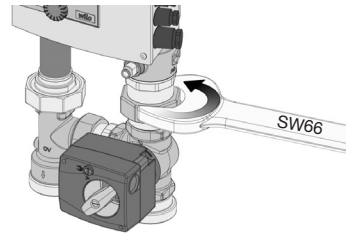
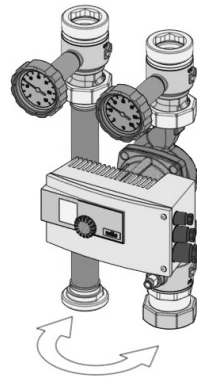

Abb. 7
Abb. 8
2. „Regumat M3-180 plus“: Überwurfmuttern am 3-Wege-Mischhahn mit einem Maulschlüssel SW66 lösen und Mischhahn abnehmen. Pumpenstrang und Flanschrohrstrang tauschen (Abb. 7, Abb. 8).
3. „Regumat S-180 plus“: Pumpenstrang und Sperrventilstrang aus der Wandhalterung lösen und tauschen (Abb. 8).